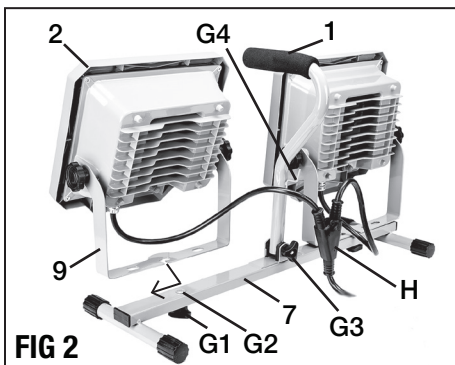

FIG 2
CONEXIÓN DE LAS CABEZAS DE LAS LUCES DE TRABAJO EN EL PEDESTAL (FIG 2)
1. Coloque el pedestal (7) sobre una superficie plana.
2. Gire la asa de transporte (1) hacia arriba. Apriete la perilla de bloqueo de la asa (G3) para fijarla en su lugar.
3. Instale un cabezal de luz de trabajo (2) en el soporte (7) deslizando y colocando el soporte en forma de U (9) debajo de la tapa de perno (G2) como se muestra en la FIG. 2. Apriete el botón de bloqueo (G1) Cabeza ligera en su lugar. Repita el procedimiento en el segundo cabezal de trabajo.
4. Colgar el divisor de cable de alimentación (H) al gancho (G4).